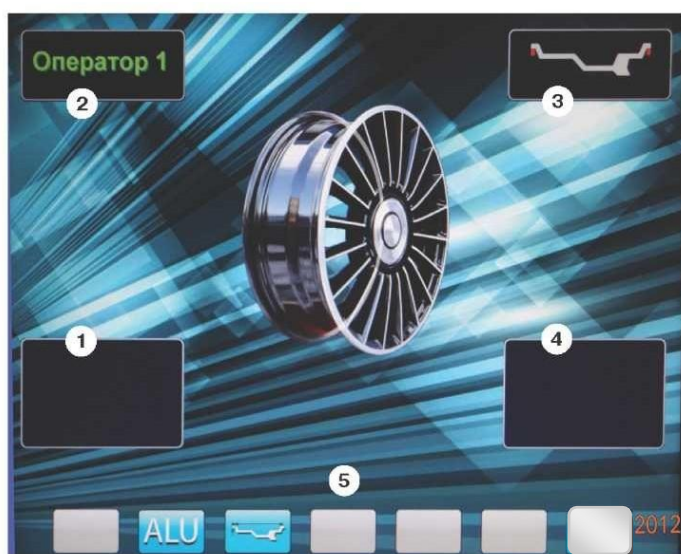
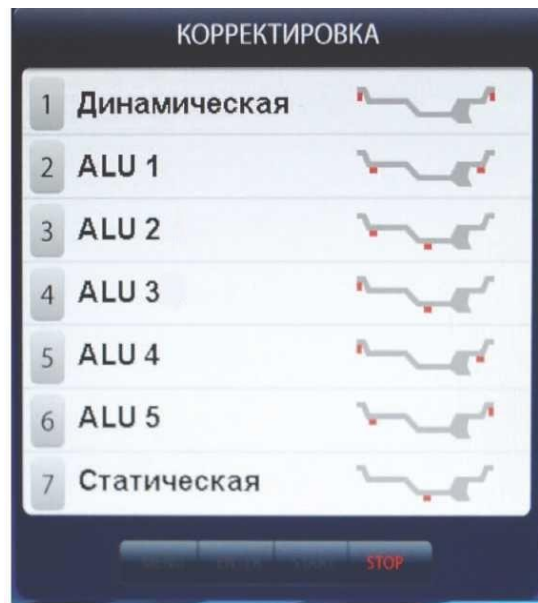

рис.8.2.
рис.11.3.
8.3. После включения питания СБ на экране монитора отображается фирменная заставка, которая через несколько секунд сменяется отображением экрана основного рабочего режима (рис. 8.2).
Для выбора схем расположения грузов в программах ALU1-ALU5 необходимо, находясь в режиме основного рабочего экрана, нажать кнопку «ALU», при этом открывается окно схем установки грузов, отмеченных номерами рис. 11.3. Если после введения размеров колеса установлен экран ввода геометрических параметров, необходимо перейти в экран основного рабочего режима нажатием кнопки «STOP». Для выбора нужной схемы нажмите кнопку верхнего ряда клавиатуры с соответствующим номером. Выбранная схема установки грузов отображается в окне 3 экрана основного рабочего режима (рис. 8.2).